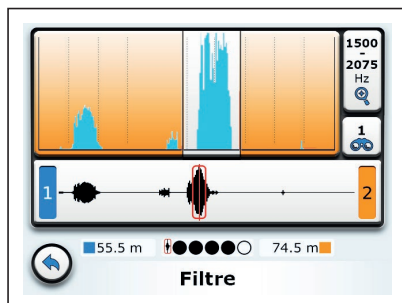

Fig. 20: Menu **Filtre**
- Touchez le bouton **Filtre**. Le menu **Filtre** s'ouvre (fig. 20).
Le menu **Filtre** s'affiche à nouveau dans la vue standard (fig. 20). La deuxième limite de filtre est définie. Le symbole **Manuel** est affiché sur le bouton **Filtre** actuel.